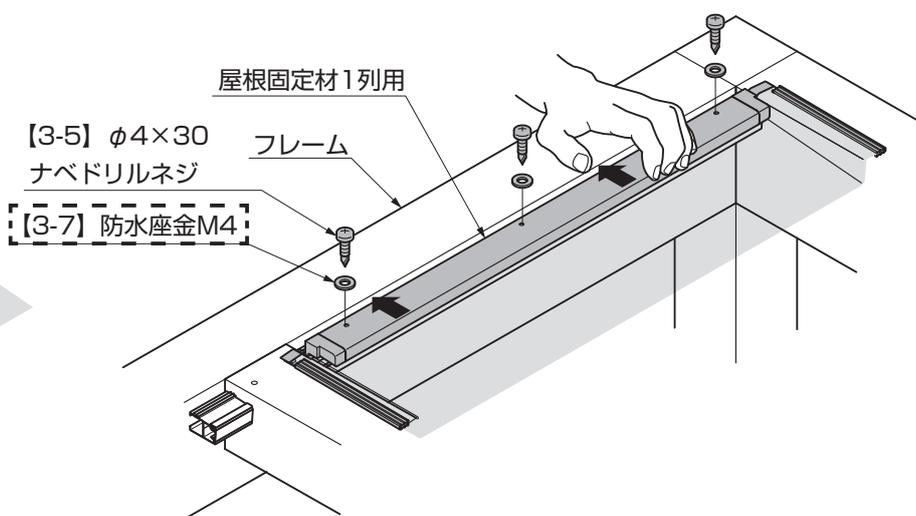

図10-5 A部詳細 屋根固定材1列用の取付け
●屋根材受け1列用を必ずフレーム側に引き寄せながらネジ【3-5】を取付けてください。上手く組付かない場合があります。(図10-5参照)
③屋根固定材1列用をフレーム側に引き寄せながら【3-5】、【3-7】で取付けてください。(図10-5参照)